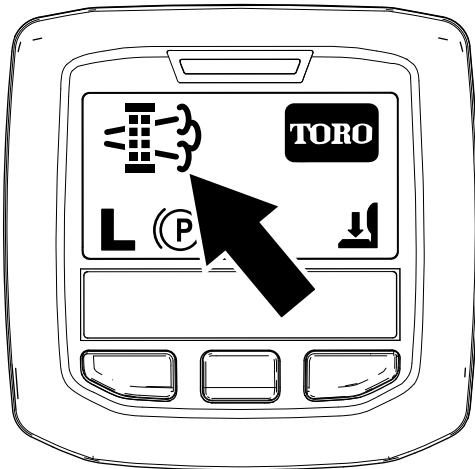

Bild 48
- Wenn der Motorcomputer eine geparkte Regenerierung oder eine Wiederherstellung-Regenerierung anfordert, wird das Symbol für die Anforderung einer Regenerierung (Bild 48) im InfoCenter angezeigt.